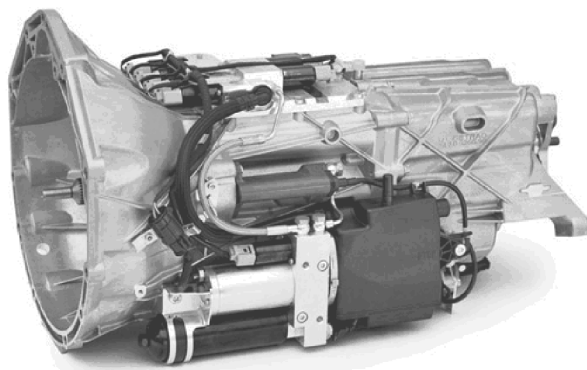

图 2-30 SMG 变速器外形
(1) 定义 宝马 SMG 变速器(英文为 Sequential Manual Gearbox)称为顺序式半自动变速器。其换档控制模式有 S(手动)模式和 A(自动)模式两种,在驾驶过程中两种模式可以随时切换。
(2) SMG 变速器的结构 SMG 变速器由一台普通的齿轮变速器、一套自动换档机构和电子离合器组成,其外形如图 2-30 所示。